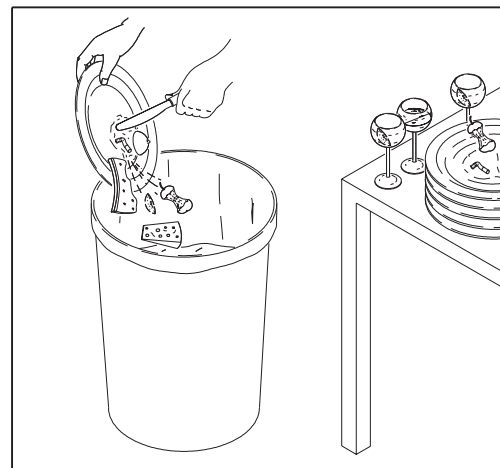

Рис. 13
- перед укладкой посуды в корзину удалите из неё остатки пищи (рис. 13)
При первой установке и каждый раз, когда загорается индикатор “ОТСУТСТВИЕ СОЛИ”  (рис.13а) необходимо заполнить солью контейнер, который расположен внутри бака (рис.13а). Рекомендуется использовать специальную регенерационную соль для посудомоечных машин крупнозернистой структуры (1-4 мм), следя за тем, чтобы она не попадала на дно бака. Это предотвратит окисление стали и обеспечит исправную работу посудомоечной машины. После заполнения контейнера следует надежно закрутить крышку.
Рис. 13а